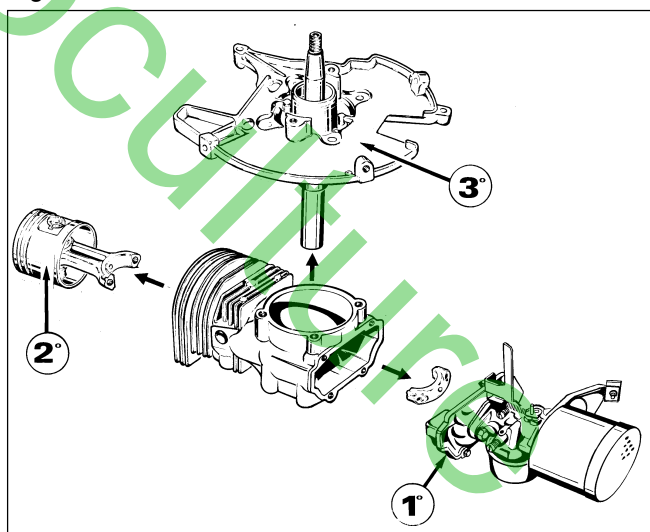

Fig. 18
- Positionner l'outil comme sur la Fig. 18 en plaçant la vis "A" sur le vilebrequin.
- La vis centrale (A) ne doit pas encore être vissée sur le vilebrequin.
- En utilisant l'outil (670306) et une clef 11/16, visser la vis centrale (A). De cette façon le volant peut être extrait (voir Fig. 18).